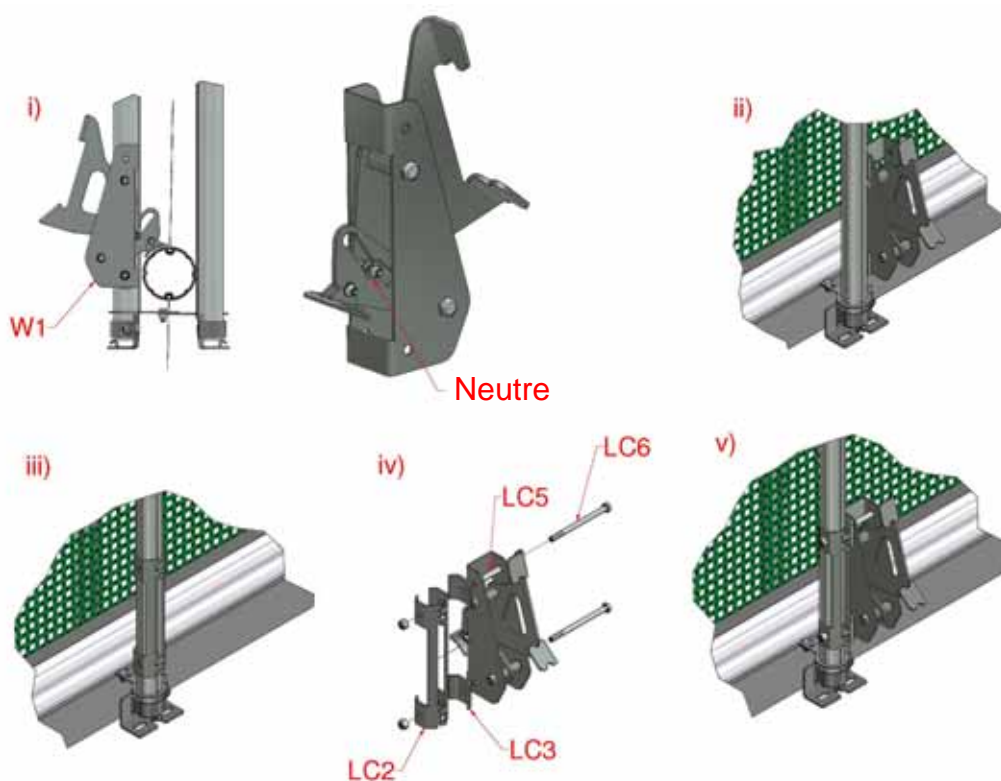

Figure 25 : loquets de verrouillage intermédiaires
- a) Lorsque le loquet est en position neutre, Figure 25(i) (c-à-d. l'enrouleur situé dans la butée du milieu du rail), maintenir le loquet contre le tube de commande externe en appuyant le sabot contre le tube d'enroulement inférieur, et marquer sur le tube l'emplacement des trous de montage, Figure 25(ii).
- b) Poser les deux plaques de serrage contre le tube de commande en plaçant les doigts d'interverrouillage dans la cannelure supérieure du tube, Figure 25(iii). Aligner les trous de montage sur les repères marqués en 5.1(a) ci-dessus en se servant des plaques de serrage pour serrer, et percer à travers de chaque côté pour y insérer un boulon M10.
- c) Fixer le loquet au tube à l'aide de boulons longs M10x140 mm, en posant les tubes d'écartement à l'intérieur du loquet et les plaques d'écartement entre le loquet et les plaques de serrage, Figure 25(iv).